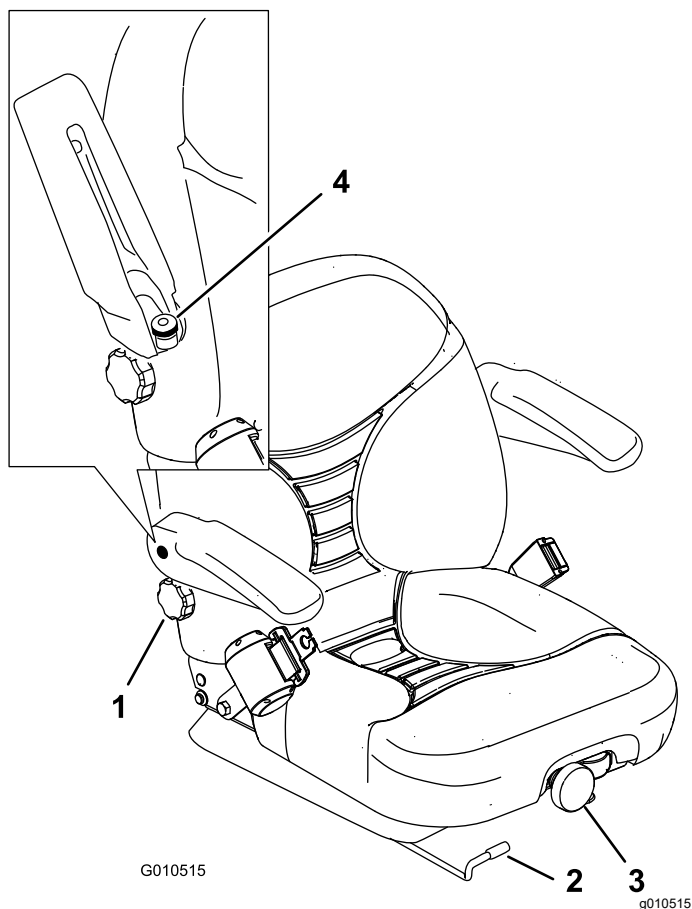

Figura 34
Para ajustarlo, gire el pomo delantero en cualquier sentido hasta encontrar la posición más cómoda (Figura 34).
Para ajustarlo, gire el pomo situado debajo del reposabrazos derecho en cualquier sentido hasta encontrar la posición más cómoda (Figura 34).
Levante el reposabrazos y gire el pomo en cualquier sentido hasta encontrar la posición más cómoda (Figura 34).
1. Mueva la palanca lateralmente para desbloquear el asiento (Figura 34).